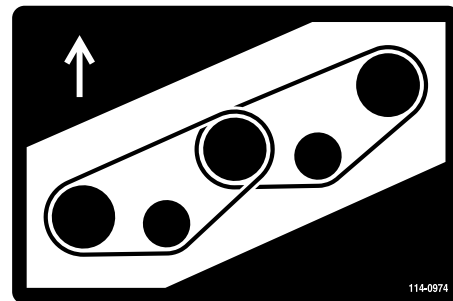
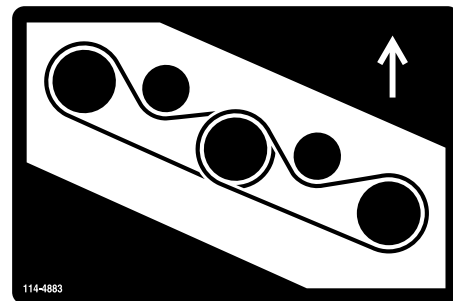

Рисунок 130
Рисунок 131
7. Обведите новый ремень вокруг шкивов шпинделей и узла натяжного ролика (Рисунок 130 и Рисунок 131).